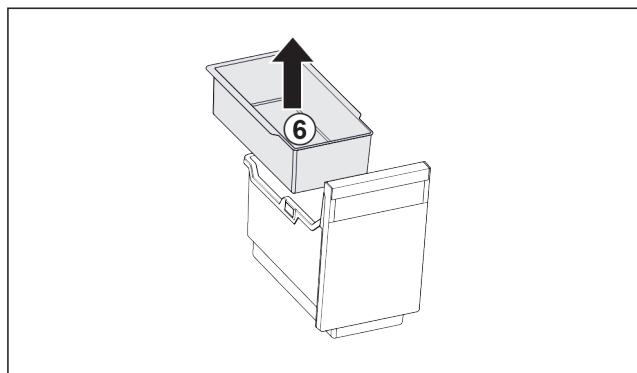

Fig. 24
- Odoberte závesnú misku Fig. 24 (6).